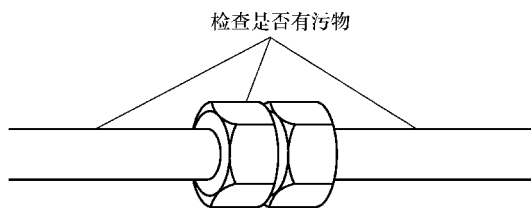

图 17-1 检查空调管路是否脏污
(1) 检查并确认风窗玻璃底部的 HVAC 进气稳压室未被树叶或碎片堵塞。若有则除去所有堵塞物。
(2) 检查空调管路和软管是否扭曲或弯曲过度 (因为这样会大幅降低系统性能)。如果有空调管路和软管扭曲或弯曲, 将其更换。
(3) 检查空调部件、压力管路和软管是否有脏污, 如图 17-1 所示。若有脏污则表示存在冷冻机油或空调压缩机机油泄漏。如果有任何泄漏迹象, 则进行冷冻机油泄漏检查以便确认是否存在泄漏。